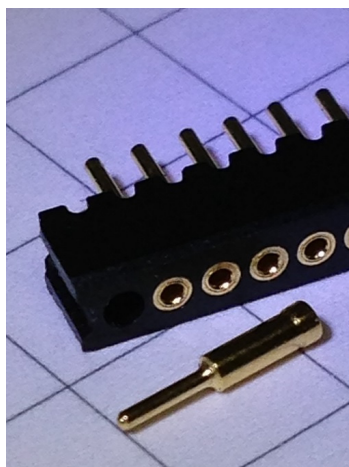
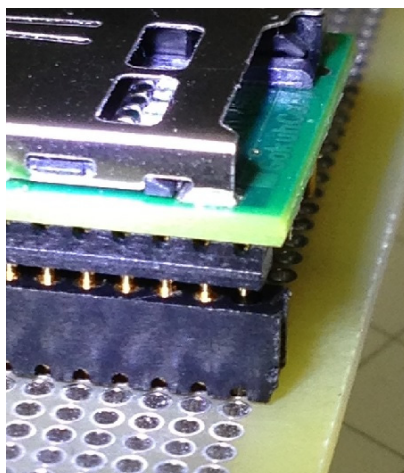

図 10.1
図 10.2
- ・ 図 10.1は、添付されるの MAC8 の OQ-11-5-12P ソケットから 1pin を取り外した写真です。取り外しは、ラジオペンチの先で pin 先を挿入方向に沿って押すと簡単に外せます。
- ・ 取り外した OQ-11-5-12P ソケットを、取り外した側を前面にして実装します。(図 10-2)
- ・ ソケットに uSDCONF1A を実装すると、前面側の手前の pin(図 10.2 の写真では PIN24)が、図 10.1 でピンを抜いたモールドの穴部分に隠れ、静電気や外圧から守られます。